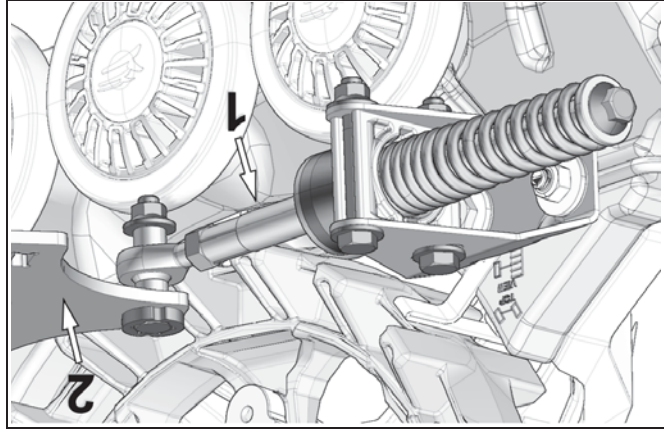

Figure 8
- Le bras stabilisateur (1) doit être fixé à l'ancrage arrière (2) du véhicule. Voir la Figure 8.